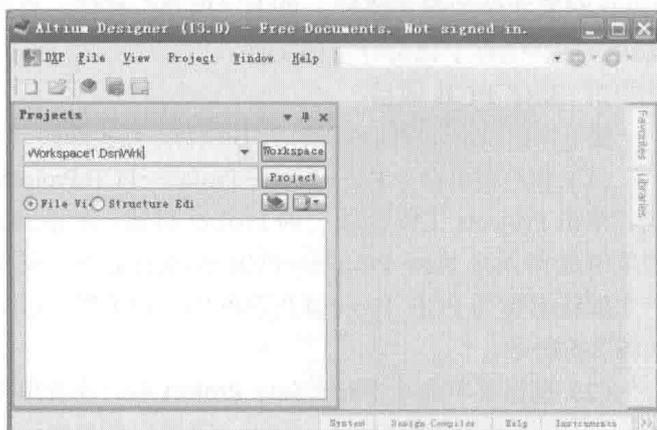
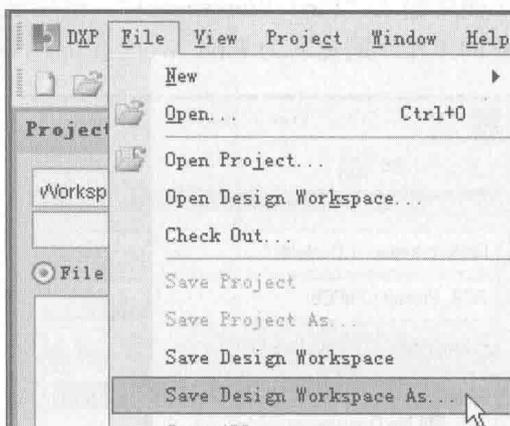

图 2-1 新建工作空间
图 2-2 保存工作空间命令
- (1) 双击桌面上的 Altium Designer 13 图标,启动 Altium Designer。
- (2) 执行菜单命令 File→New→Design Workspace,创建默认名称为 Workspacel.DsnWrk 的设计空间,如图 2-1 所示。
- (3) 执行菜单命令 File→Save Design Workspace As,如图 2-2 所示;或者单击图 2-1 的 Projects 工作面板中的 Workspace 按钮,在如图 2-3 所示的弹出菜单中选择 Save Design Workspace As 命令。